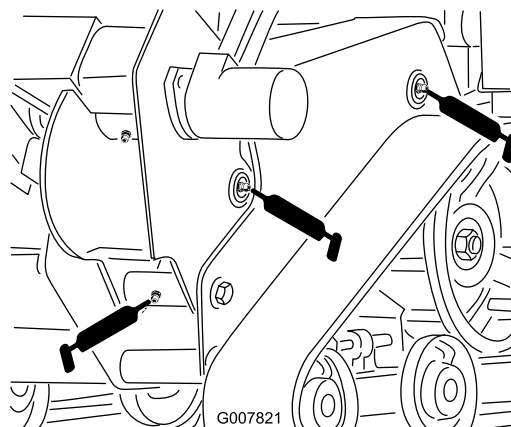
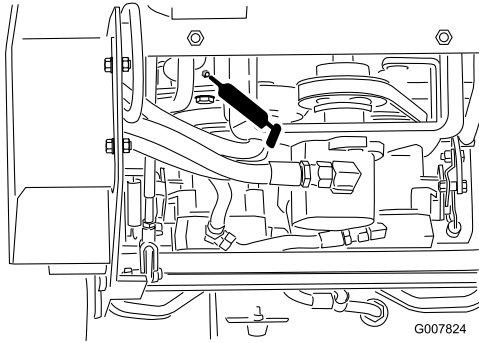

Figura 27
Figura 30
- 3. Conecte una pistola de engrasar a cada punto de engrase (Figura 27 a Figura 30).